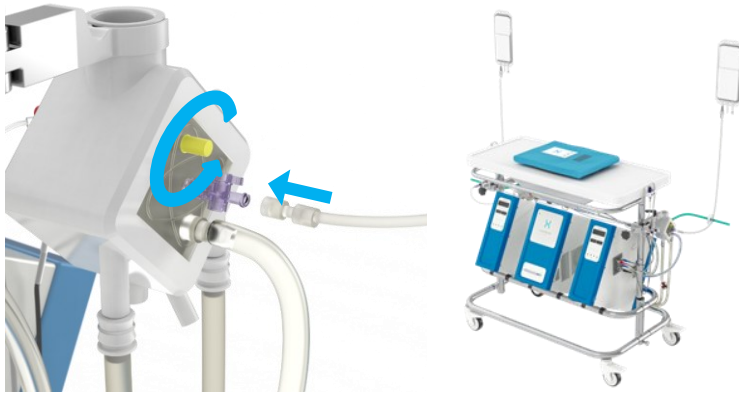

Figura 20 Retirada del tapón amarillo y conexión de la línea de llenado
- Retire el tapón amarillo de desaireación de ambos oxigenadores, véase la Figura 20. No deseche los tapones amarillos.